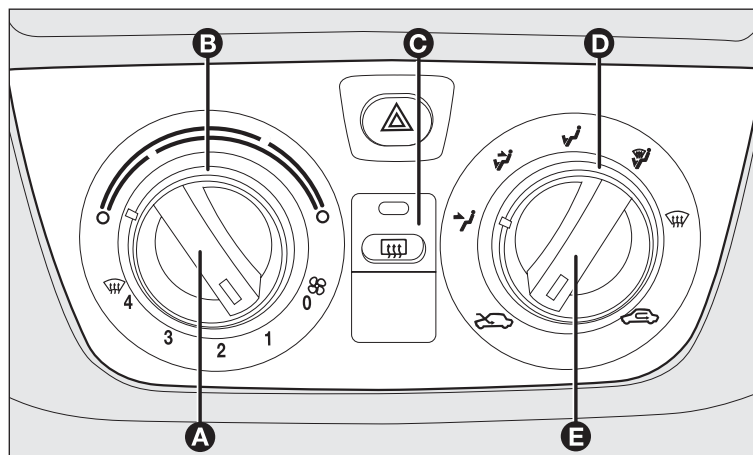

fig. 60
COMMANDES fig. 60
Le sélecteur **D-fig. 60** permet que l'air qui pénètre dans la voiture puisse atteindre toutes les zones de l'habitacle, avec 5 choix possibles :
Tourner le sélecteur **B-fig. 60** à droite (index sur le secteur rouge) pour augmenter la température ou à gauche pour la diminuer ;
- ☐ tourner le sélecteur **B-fig. 60** sur le secteur bleu ;
- ☐ tourner le sélecteur **B-fig. 60** sur le secteur rouge ;
- ☐ désactiver le recyclage de l'air d'habitacle en positionnant la manette **E-fig. 60** sur  ;
Appuyer sur le bouton **C-fig. 60** pour activer cette fonction : L'activation de cette fonction est signalé par l'allumage de la DEL sur le bouton.